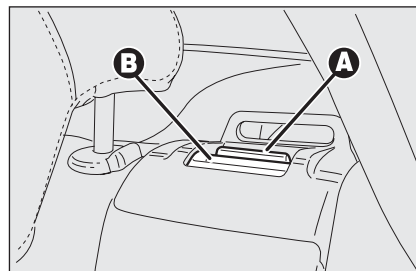

fig. 96
- sollevare la leva **A-fig. 96** di ritegno schienale e ribaltare quest'ultimo in avanti. Il sollevamento della leva è evidenziato da una "banda rossa" **B**.
Assicurarsi che lo schienale risulti correttamente agganciato su entrambi i lati ("bande rosse" B-fig. 96 non visibili) per evitare che, in caso di brusca frenata, lo schienale possa proiettarsi in avanti causando ferimento ai passeggeri.